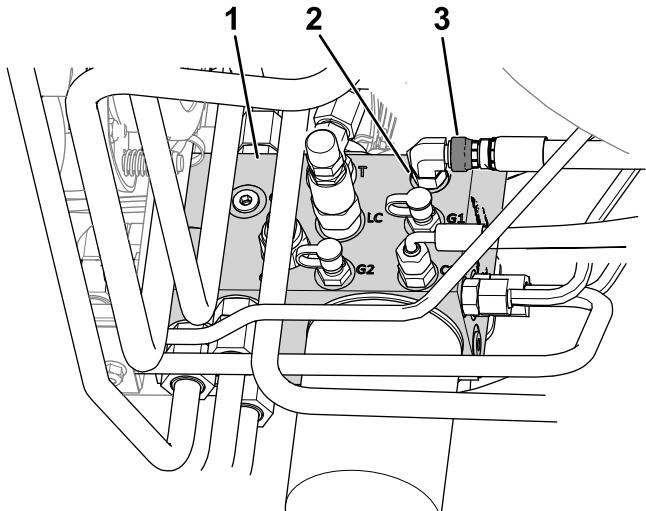

Figura 10
- B. Slăbiți piulia pivotantă a furtunului conectată la portul C1 al colectorului hidraulic (**Figura 10**).